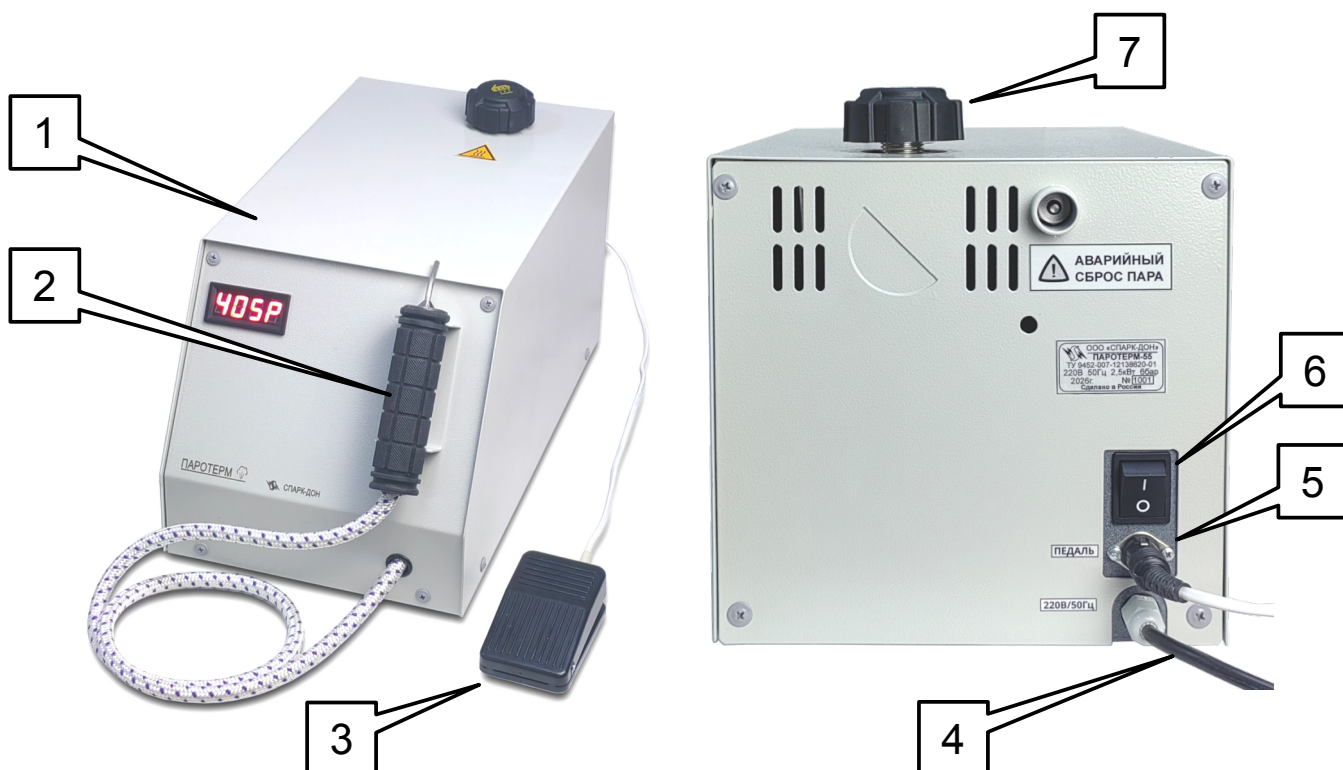

Рис.1. Общий вид аппарата.
4.1. Аппарат состоит из следующих основных частей (см. рис. 1):
- корпус (1);
- ручка выхода пара (2) в сборе;